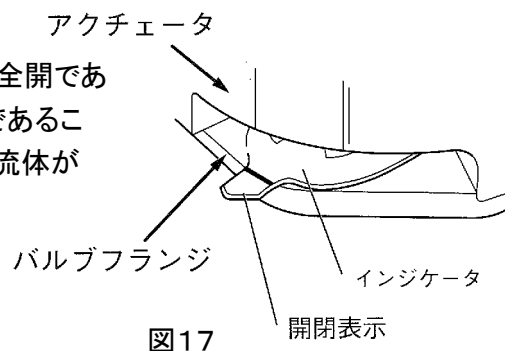
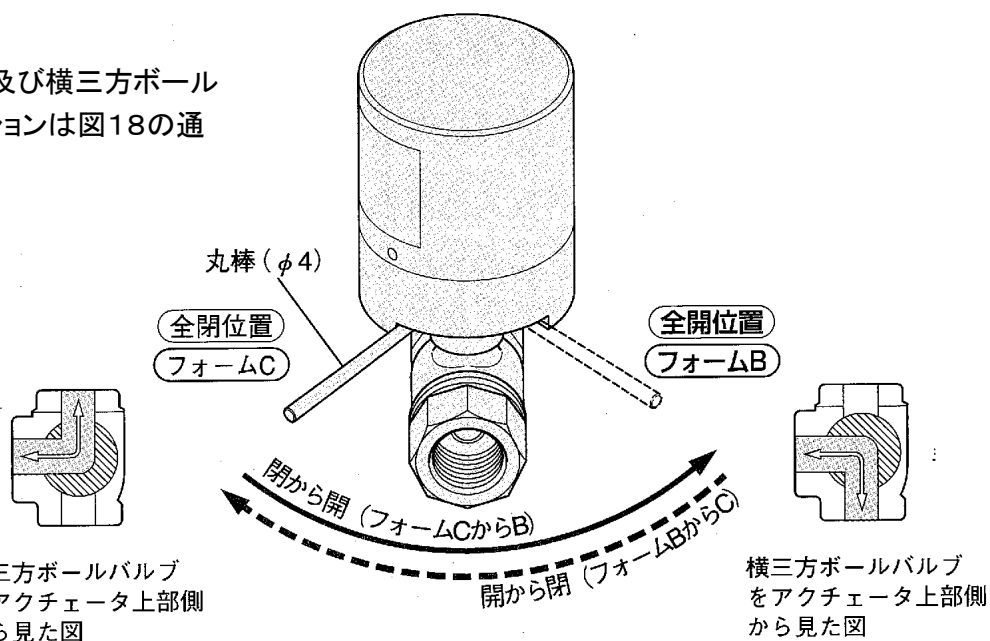

図17
図18
① バルブインジケータの赤表示が見える場合はバルブが全開であることを示し、赤表示が見えない場合はバルブが全閉であることを示します。(図17)横三方ボールバルブの場合は、流体が流れているフォーム(B又はC)側に赤表示が見えます。
② 手動操作は、直径 4mm、長さ 15cm 程度の丸棒をご使用ください。なお、丸棒は当社にて別途販売しておりますので、お問い合わせください。
③ アクチュエータ下部の手動操作用穴に丸棒を差込み、約 20 秒程度の時間を掛けゆっくりと 90° 回します。
④ 『全開』『全閉』及び横三方ボールバルブのポジションは図18の通りです。